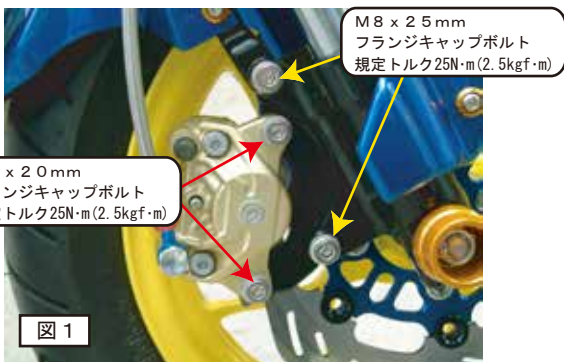

図 1
2. フロントフォークにキャリパーサポートとbremboキャリパーをM8x25mmフランジキャップボルト・M8x20mmフランジキャップボルトで取付け規定トルクで締め付けます。(図1)